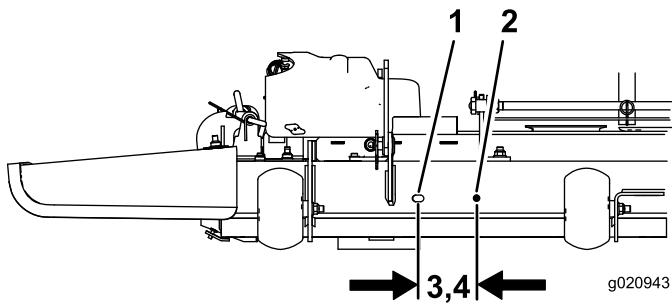

Figura 2
En determinadas carcasas de corte de 137 y 152 cm (54 y 60 pulgadas), será necesario perforar un segundo taladro para instalar el deflecto. Utilice Figura 2 para determinar si ya tiene el segundo taladro. Si ya tiene el otro taladro, vaya al procedimiento siguiente.
1. Desde el centro de la ranura, mida la distancia correcta, según se muestra en Figura 2.